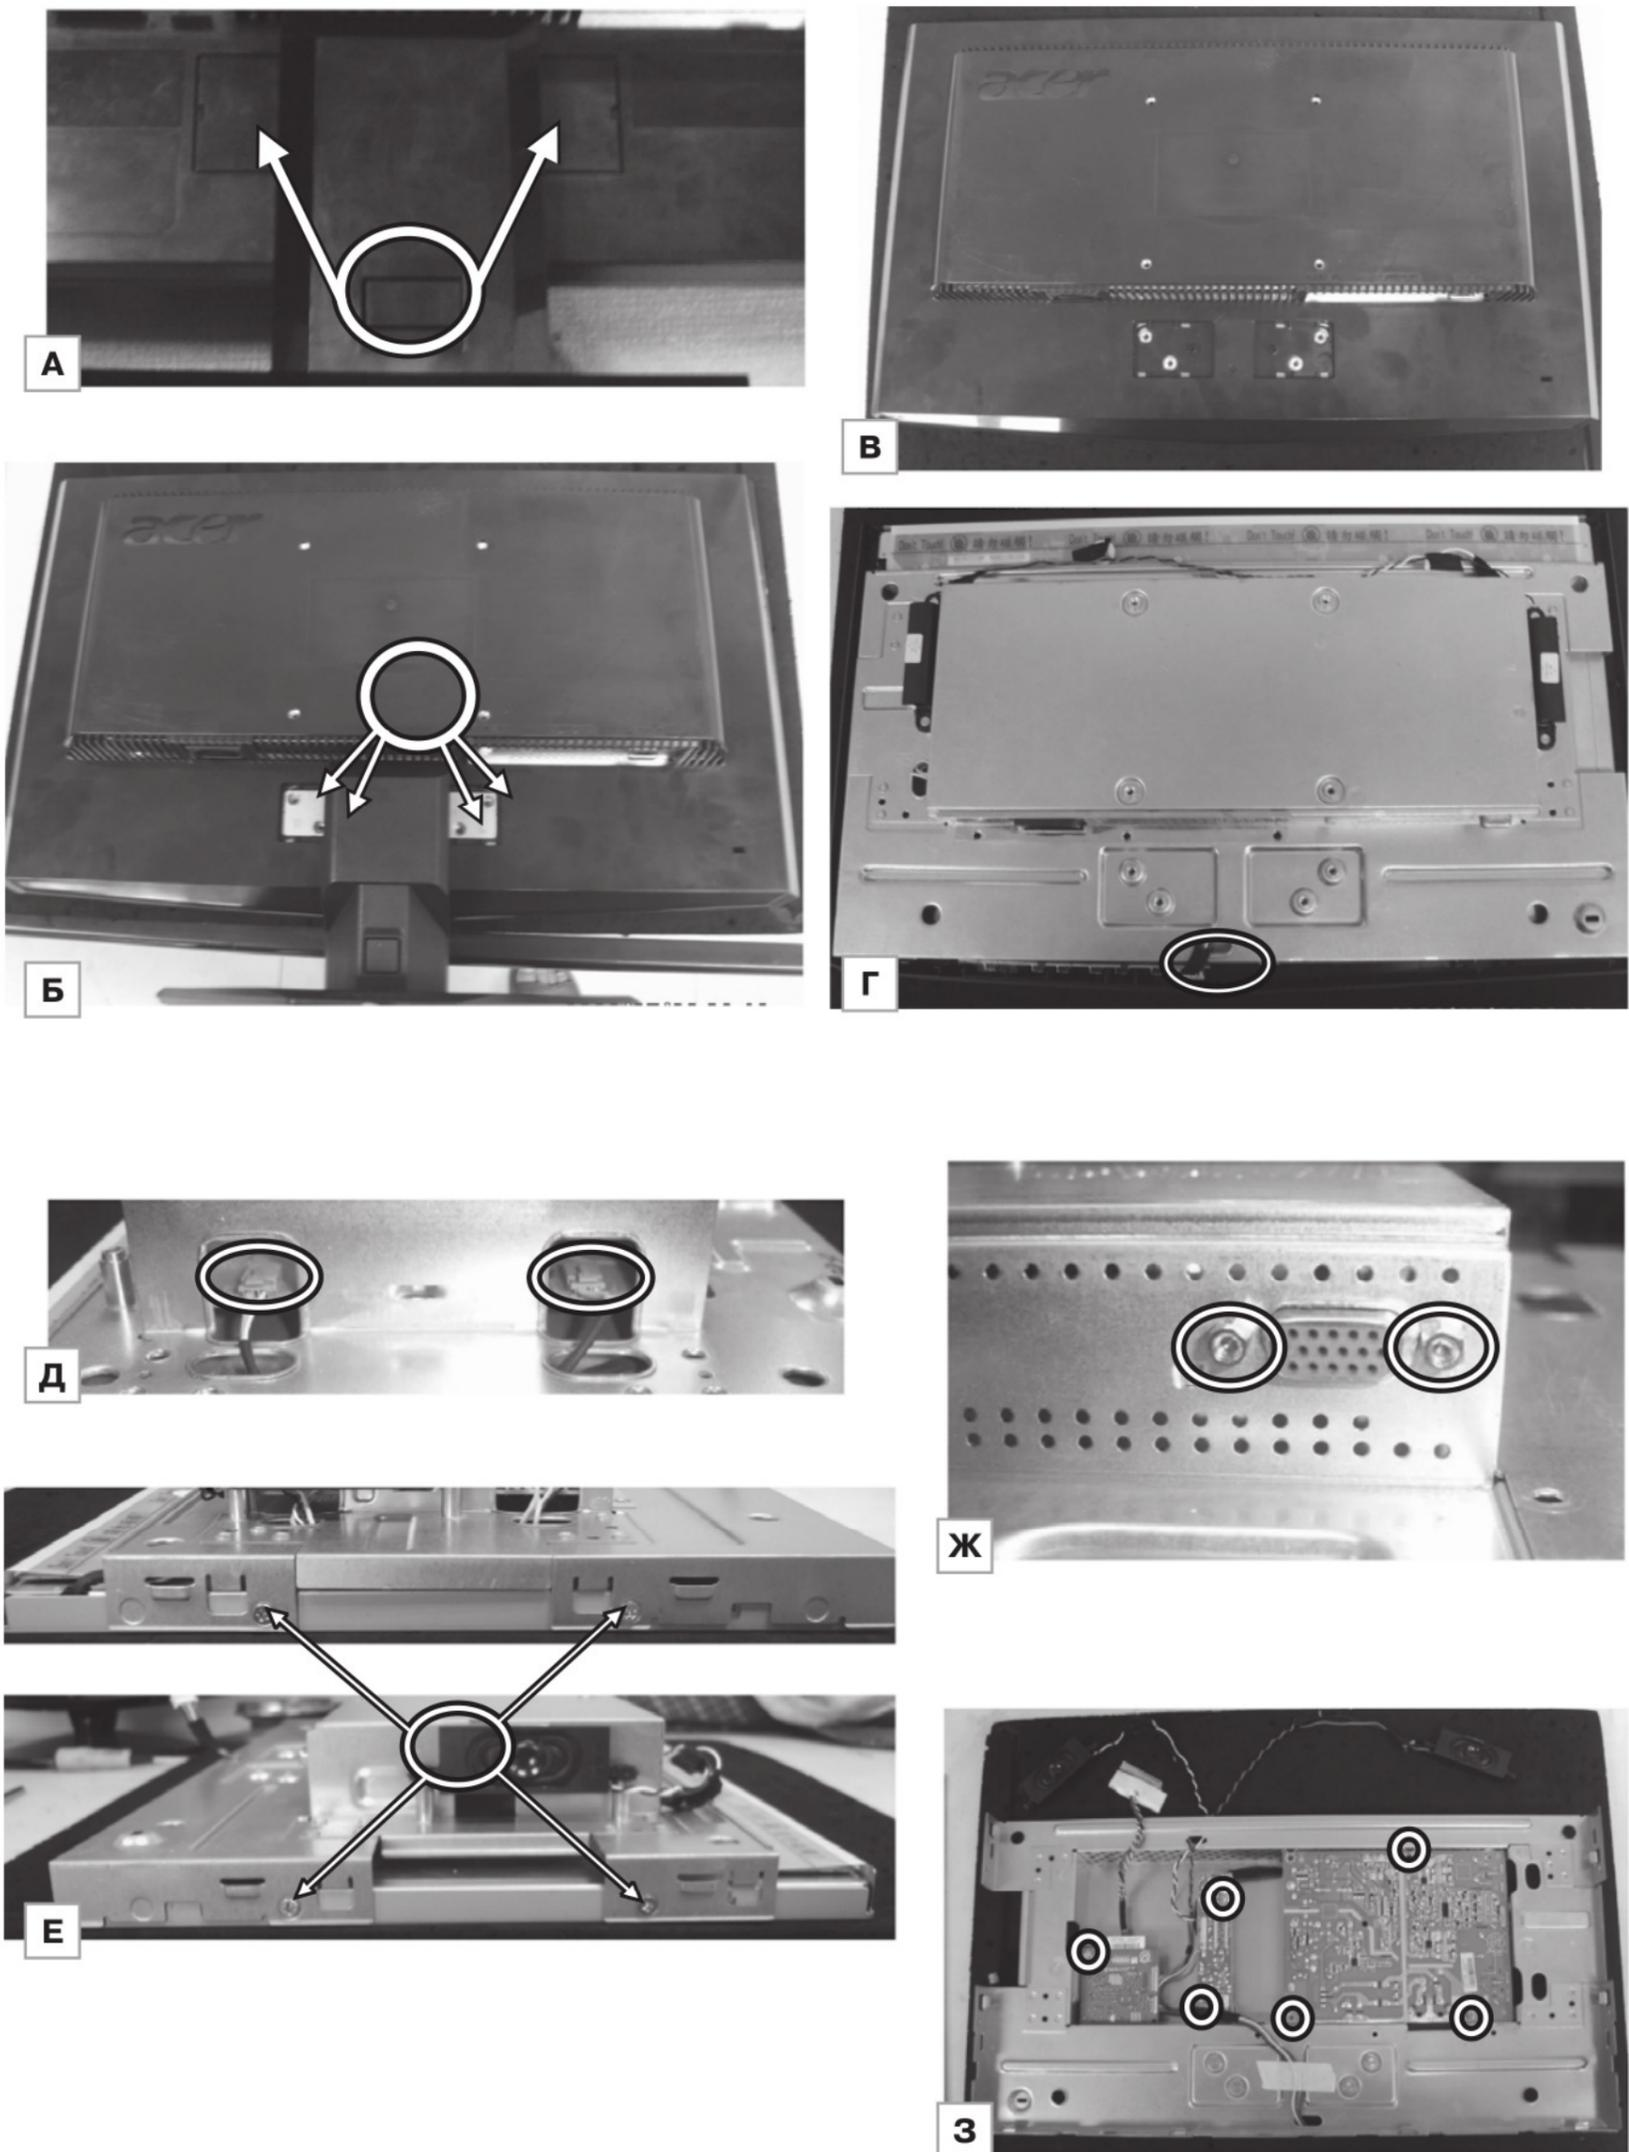

Рис. 2.18. Порядок разборки монитора
1. Снимают две крышки, как показано на рис. 2.18а.
2. Отворачивают четыре винта для освобождения задней крышки (рис. 2.18б).
3. Снимают заднюю крышку и гнездо (рис. 2.18в и 2.18г соответственно).
5. Отворачивают винты для снятия панели (рис. 2.18е).
6. Отворачивают винты для снятия разъема VGA (рис. 2.18ж).
7. Отворачивают винты для снятия плат (рис. 2.18з).